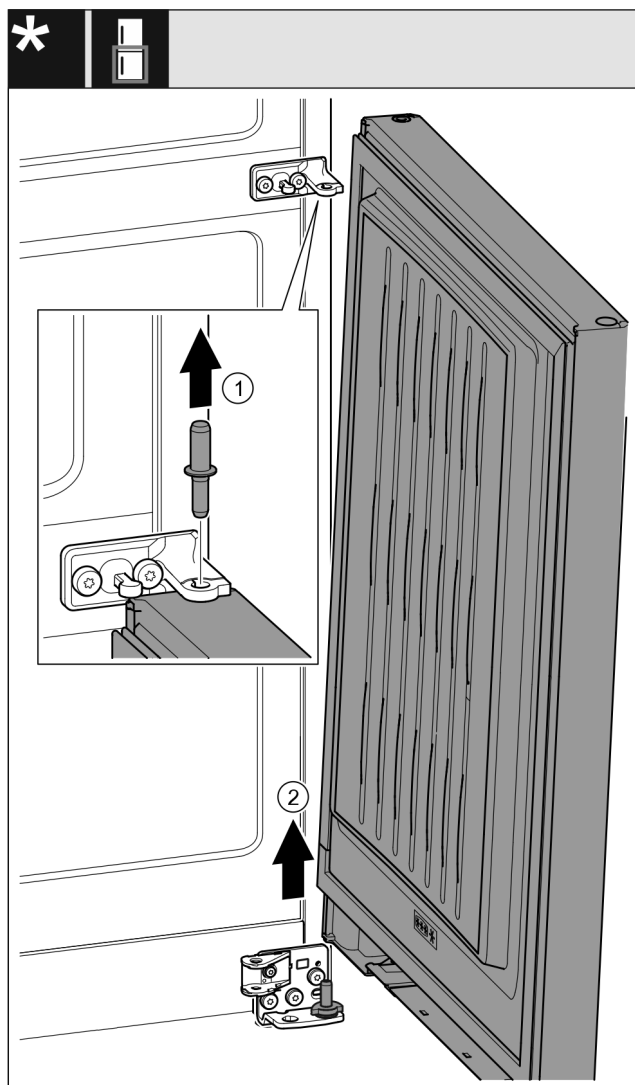

Fig. 21 *
- Sortir le boulon par le haut. Fig. 21 (1)*
- Faire pivoter la porte vers l'extérieur, la tirer vers le haut et la mettre de côté. Fig. 21 (2)*